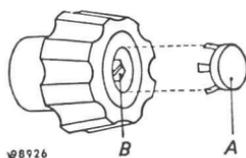

Bild 19. Abnehmen der Knöpfe
1. Entfernung der Knöpfe (Bild 19)